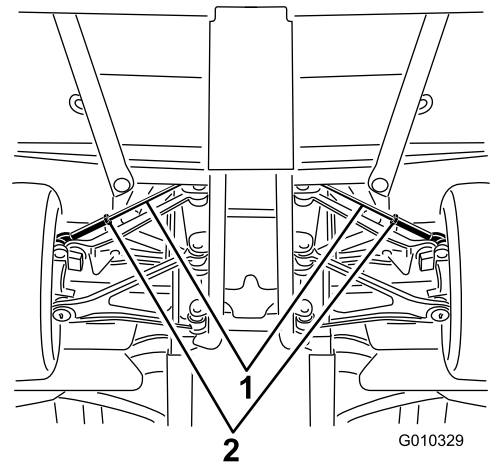

Figura 49
- A. Allentate il controdado al centro del tirante (Figura 49).